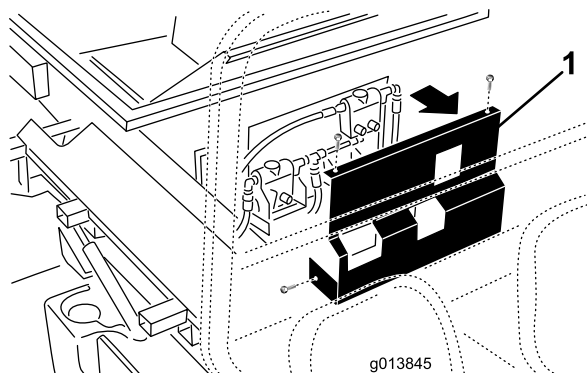

図 13
38. SH バージョン (モデル 44701) では、プロパスの前面にカバーを固定している固定具を取り外し、カバーを外して脇においておく (図 13)。